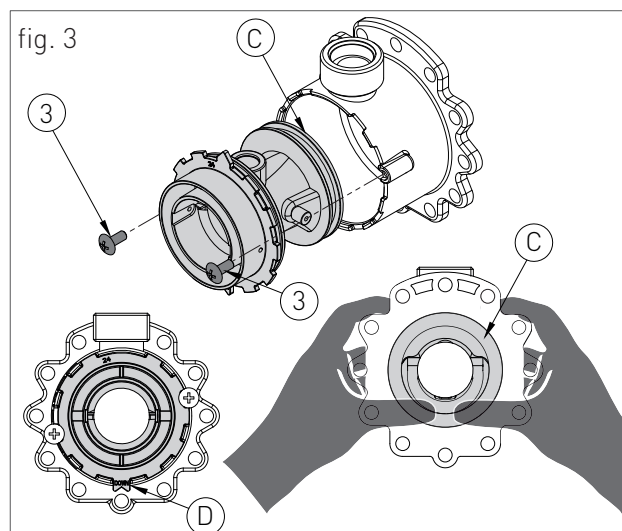

fig. 3
- › svitare le due viti '3' (fig.3) e fare pressione sul lato posteriore del corpo venturi 'C' (fig.3);
- › sostituire il corpo venturi con quello adatto al tipo di gas di rete **(Per l'unità master '25 kW' il codice del corpo venturi è 30-00232 per metano / cod. 30-00169 per GPL. Per l'unità slave '50 kW' il codice del corpo venturi è 30-00225 per metano / cod. 30-00226 per GPL)** e assicurarsi che l'orientamento del dente 'D' (fig.3) sia verso il basso sulla ghiera in alluminio (vedi fig.3);